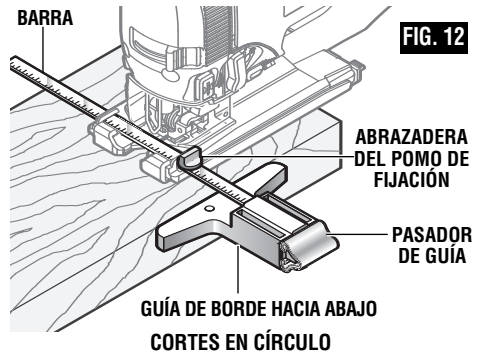

FIG. 12
1. Introduzca la barra de la guía a través de la abrazadera del pomo de fijación y luego a través de las ranuras provistas en el pie, desde cualquiera de los lados de dicho pie, con la guía de borde orientada hacia ABAJO (Fig. 12).
2. Enganche la abrazadera del pomo de fijación sobre el borde de la placa-base, ajuste el tope-guía a la anchura deseada y apriete firmemente la abrazadera del pomo de fijación (Fig. 12).